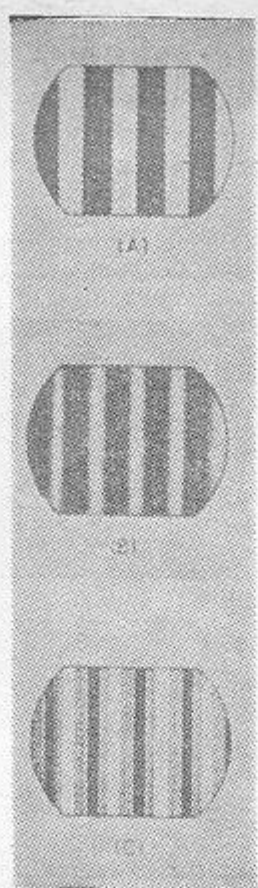
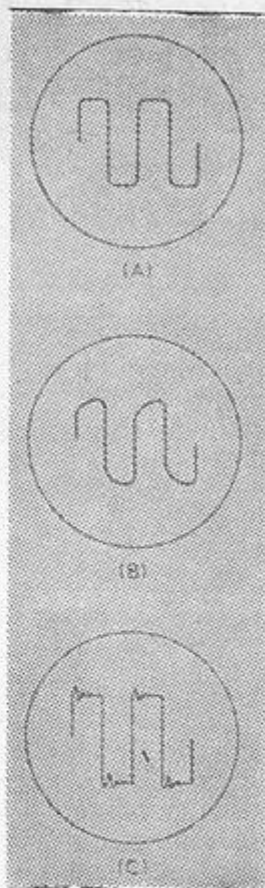

Fig. 6
Fig. 5
**Méthode A.** — Le générateur et l'oscillographe devront être reliés à l'amplificateur vidéo de la même façon que dans le cas précédent. Cette fois, cependant, le générateur devra être accordé sur 100 kc/s et l'oscillographe réglé en conséquence. Si l'amplificateur vidéo a une courbe de réponse appropriée aux fréquences élevées, les signaux d'entrée et de sortie devront avoir la forme représentée fig. 5 A. Si, au contraire, l'amplificateur a une mauvaise réponse, on pourra observer une courbe excessive, comme le fait ressortir la fig. 5 B. Ce défaut apporte une très mauvaise qualité de l'image avec absence de détails.
Une mauvaise réponse ou une exaltation excessive aux fréquences élevées déterminent un « overshoot » (altération du contraste et des oscillations amorties (fig. 5 C)). Ces conditions déterminent des images « fantômes » qui suivent immédiatement toutes les variations du contraste. Avec une certaine expérience, le technicien pourra discerner le type d'images fantômes dues au défaut précédent à celles qui sont dues, au contraire, à des réflexions extérieures multiples du signal.
Quand on a obtenu une bonne synchronisation, on doit voir sur l'écran du tube une série de barres verticales blanches ou noires, comme on le voit sur la fig. 6 A. Chaque barre devra être distinctement blanche ou noire avec des limites bien définies.
Une mauvaise réponse aux fréquences élevées qui donnerait à l'oscillographe la forme de la figure 5 B déterminerait une mauvaise limite des stries avec une bande de gris séparant le blanc du noir (fig. 6 B).
Une mauvaise réponse déterminera au contraire une série de petites lignes blanches ou noires qui suivent chaque passage du blanc au noir ou vice-versa sur l'écran du tube, comme le montre la fig. 6 C. La figure oscillographique correspondante est celle de la fig. 5 C.